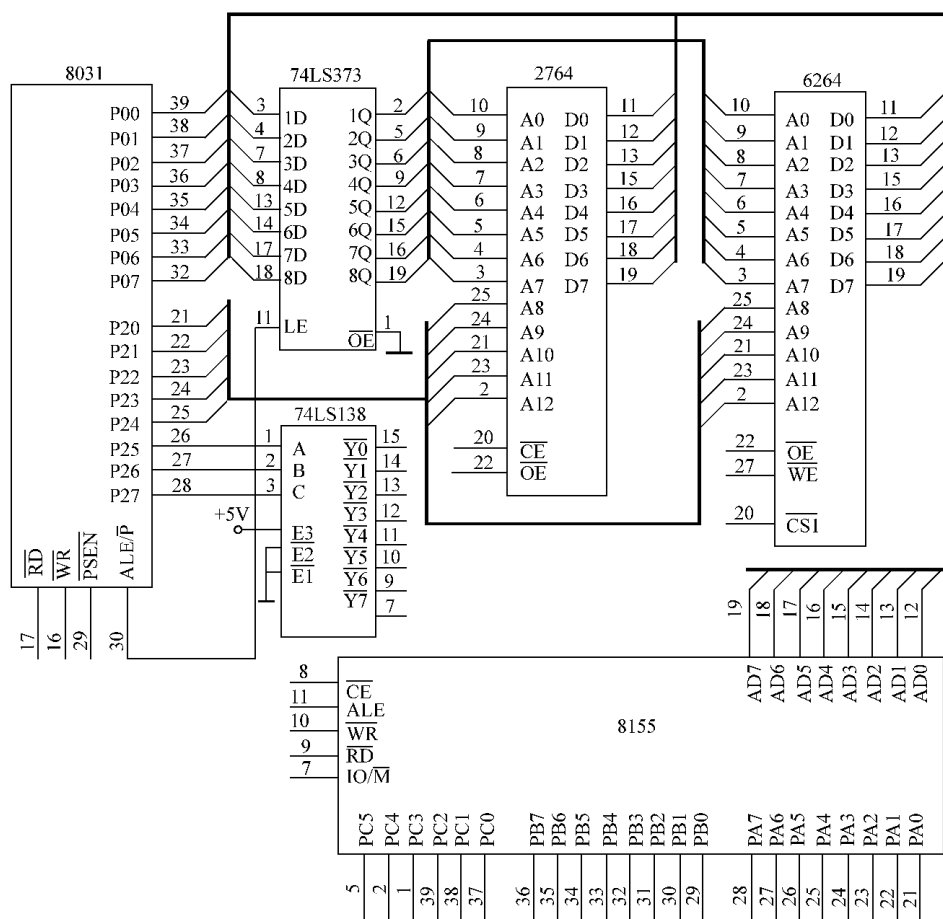

图 10-8 单片机系统扩展电路
4. 图 10-8 所示的 MCS-51 系统扩展了一片 EPROM 芯片 2764、一片 RAM 芯片 6264 和一片并行口芯片 8155。设定 2764 的地址范围为 0000H ~ 1FFFH, 6264 的地址范围为 0000H ~ 1FFFH, 8155 内 RAM 地址为 2000H ~ 20FFH, 8155 I/O 口地址为 21XXH。要求: